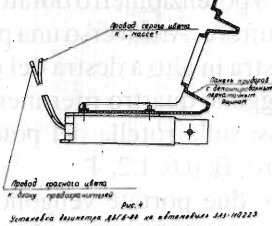

Рис. 5
5.8.3. Установить кронштейн с кассетой, как показано на рис. 5, используя метизы из комплекта.